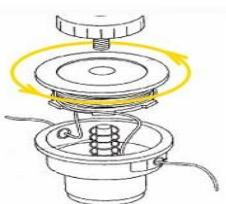

Рисунок 3
- намотайте жилку на шпулю в напрямку, зазначеному стрілкою (рис.3), слідкуючи за тим, щоб кожен відрізок жилки знаходився у своєму відділенні;